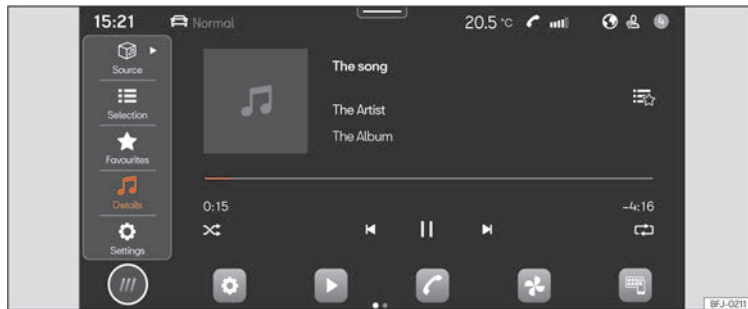

Fig. 158 Schematic representation: Multimedia view
- Press **HOME** > ► ► ► **Fig. 158**.